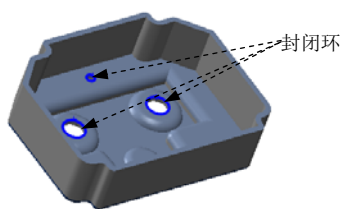

图 10.2.10 封闭环
Step2. 确认闭合面。系统自动选取图 10.2.10 所示的封闭环，默认为接触类型（此时可以在“关闭曲面”对话框 **边线(E)** 区域中删除不需要关闭的环，也可以在模型中选取其他封闭环作为关闭曲面的参照）。